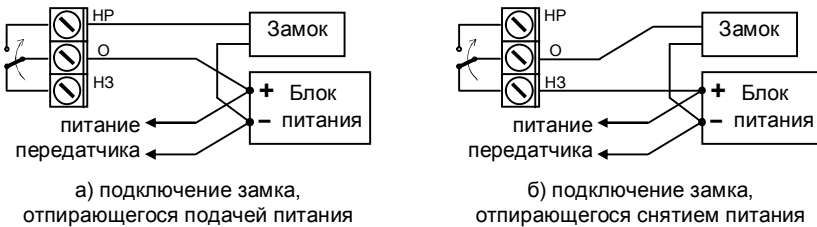

Рисунок 6 – Подключение электрического замка
**ВНИМАНИЕ!** Рекомендуется питать замок от отдельного источника. Если замок и передатчик работают от общего источника питания, то для снижения помех рекомендуется выполнять цепи замка и цепи питания передатчика отдельными линиями, соединяющимися непосредственно на выводах источника питания (см. рисунок 6). Обязательно используйте в цепи замка искрозащитные элементы (диод, RC-цепочку или варистор).